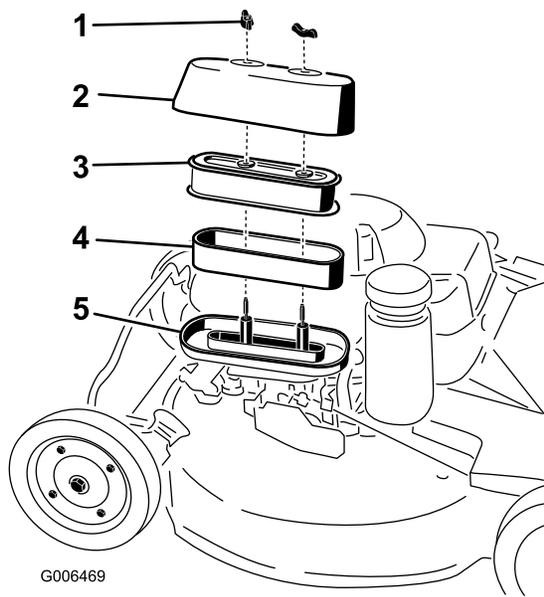

Figure 26
3. Retirez les 2 écrous de fixation du couvercle (Figure 26).
- Déposez les éléments en mousse et papier de la base (Figure 26).
- Sortez l'élément en mousse de l'élément en papier (Figure 26).